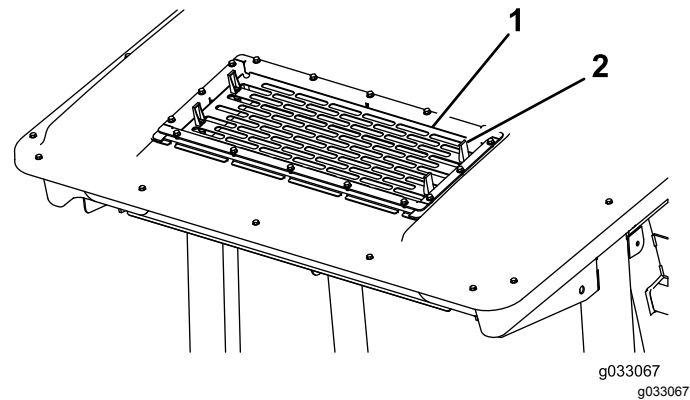

**Рисунок 55**
1. Выверните винты и снимите решетки у салонного и заднего воздушных фильтров кабины (Рисунок 55).